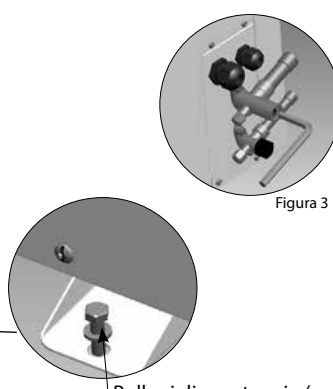

Figura 3
- Tutte le valvole di servizio devono essere in posizione aperta. Vedere la Figura 3.